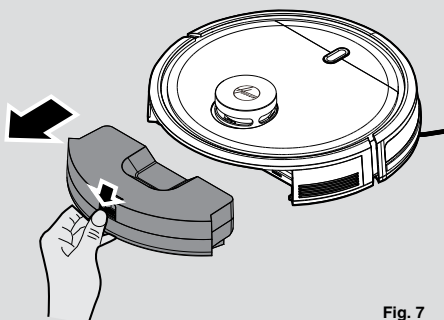

Fig. 7
2. Si une tâche de maintenance supplémentaire est nécessaire, appuyez sur le bouton de déverrouillage et retirez le bac à poussière. [Fig. 7]
1. Après avoir passé l'aspirateur, retirez le réservoir, appuyez sur le bouton et retirez-le. [Fig. 7]